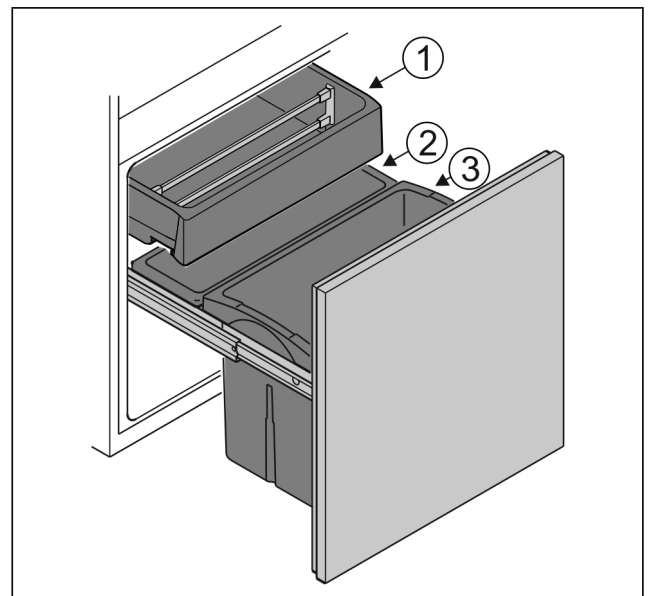

Fig. 6
- ▶ Bac Fig. 6 (1) : Conserver les légumes et les fruits tropicaux non emballés.
- ▶ Bac Fig. 6 (2): Conserver les petits fruits et légumes non emballés.
- ▶ Bac Fig. 6 (3): Conserver les bouteilles individuelles.